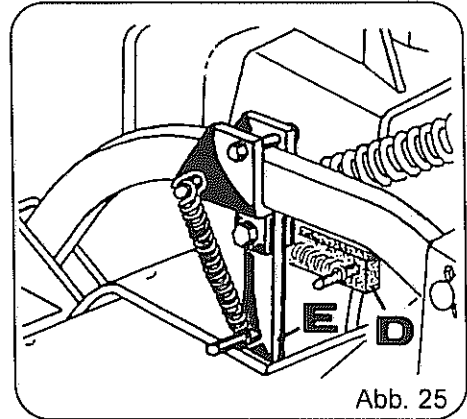

Abb. 25
- Stützfüße unbedingt herunterklappen (Abb. 25, Pos. E), da sonst das Mähwerk nur unter schwierigen Umständen wieder angekuppelt werden kann.